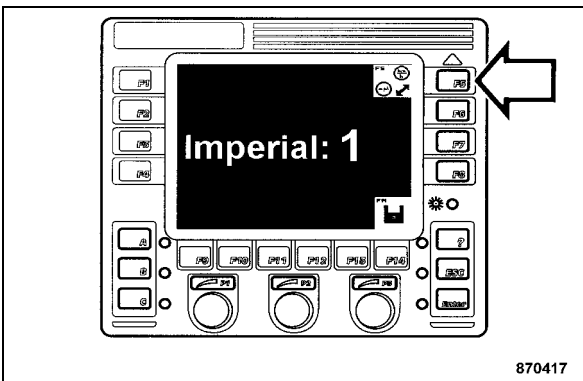

fig. 80
- Appuyer sur la touche "F5" (fig. 80) et choisir les unités désirées.